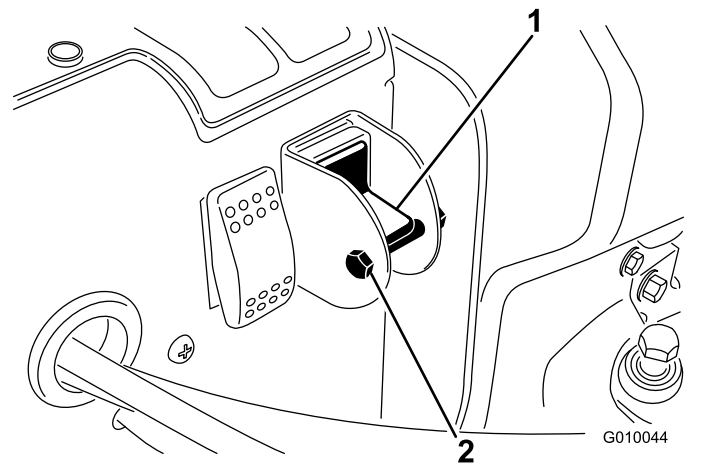

図 23
4. セレクタスイッチのロック用ボルトとナットを外す 図 23。